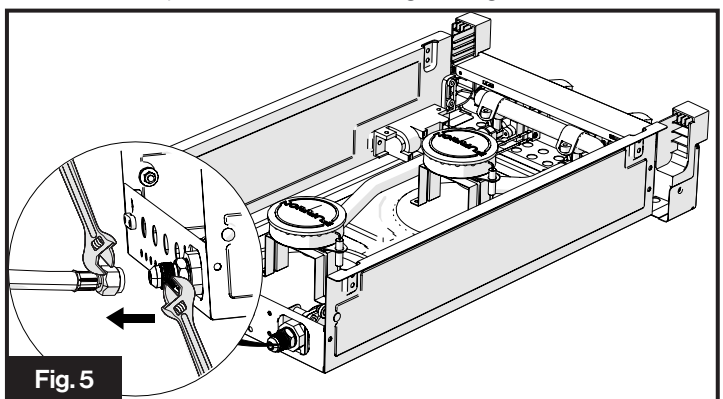

Fig. 5
- Conecte a la estufa una línea de suministro de gas certificada con una conexión hembra abocardada de $\frac{3}{8}$ ". Apriete de acuerdo con los códigos de RV y gas apropiados usando dos llaves. Sostenga el regulador en su lugar mientras aprieta la conexión de gas. (Fig. 5)